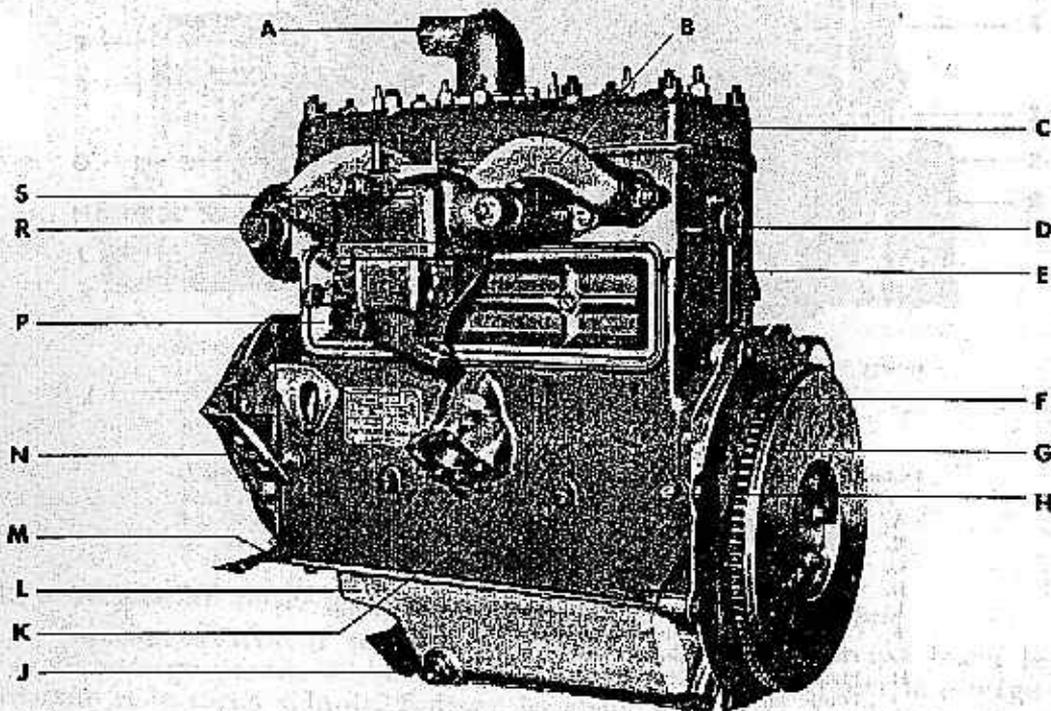

FIGURE 8. — Vue de trois-quarts arrière du moteur deshabillé.
B. — *Dépose de la tubulure d'admission et du collecteur d'échappement (fig. 8).*
C. — *Dépose du coude de sortie d'eau (fig. 8).*
D. — *Dépose du disque d'embrayage* (fig. 8).
E. — *Dépose du volant* (fig. 8).